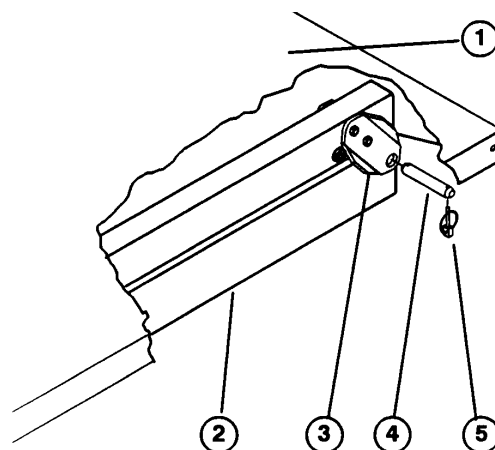

Fig. 8
3. Posizionare con cautela il pianale sul telaio del veicolo, allineando i fori della piastra di rotazione posteriore del pianale con i fori del profilato posteriore del telaio (Fig. 8).
4. Fissare ciascun set di piastre di rotazione ai profilati del telaio con un perno con testa e (2) acciarini (Fig. 8). Se allentate in precedenza, serrare le viti mordenti di fissaggio della piastra di rotazione.